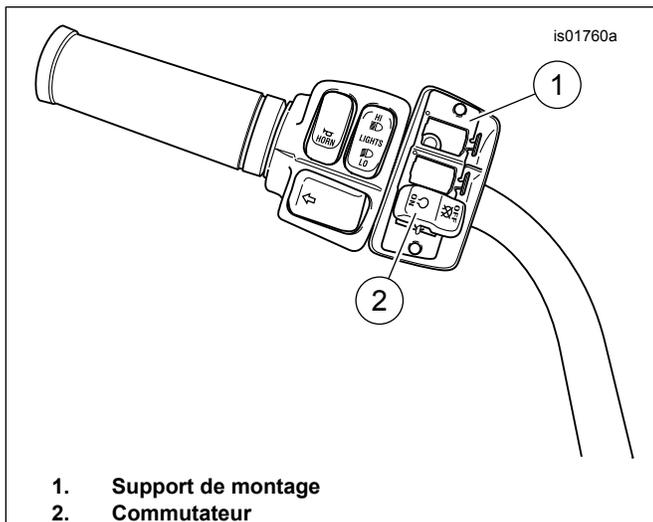

Figure 2. Support de montage d'accessoires auxiliaires
- c. Voir Figure 2. Retirer le support de montage de commutateur, ainsi que tout commutateur et accessoire attachés, du boîtier commutateur. *Remarque : il n'est pas nécessaire de retirer le commutateur du support de montage ou de déconnecter le câblage du commutateur pour remplacer les capuchons de commutateur.*